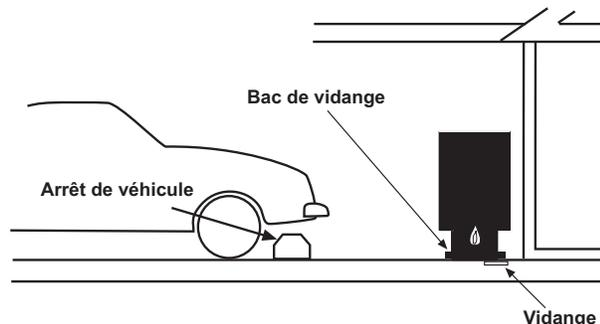

Figure 5. INSTALLATION DANS UN GARAGE
3. Placer le chauffe-eau de manière à ce qu'il soit protégé et à l'abri de dégâts matériels possible par un véhicule en mouvement. En cas d'installation dans un garage, prévoir une butée de véhicule comme illustré à la Figure 5 pour protéger le chauffe-eau. Consulter les exigences réglementaires en vigueur avant l'installation.